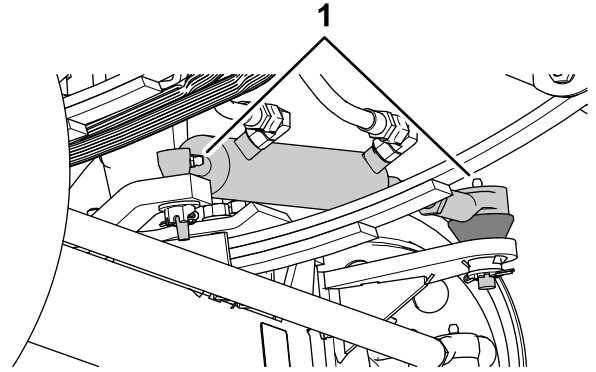
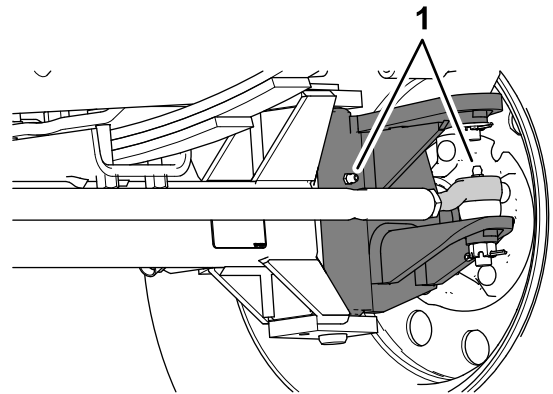

Bild 62
Bild 63
1. Wischen Sie die Schmiernippel mit einem sauberen Lappen ab (**Bild 62** und **Bild 63**).
2. Pressen Sie Fett in die Schmiernippel (**Bild 62** und **Bild 63**).
Hinweis: Die Positionen der Schmiernippel sind in **Bild 62** abgebildet.